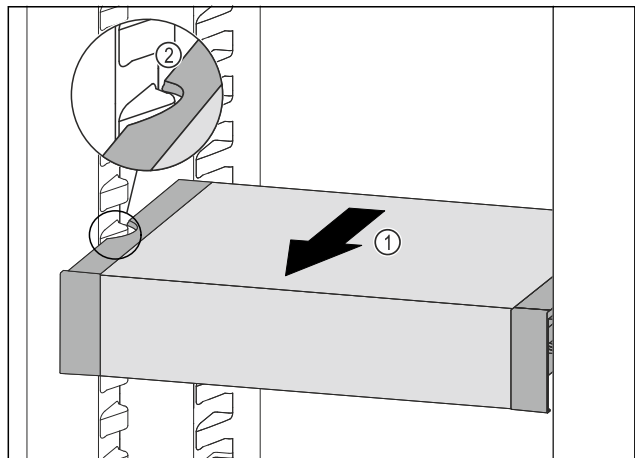

Fig. 99
- ▶ Вытягивайте VarioSafe вперед Fig. 99 (1), пока боковые выемки VarioSafe не окажутся на высоте выступа резервуара в холодильном отделении. Fig. 99 (2)